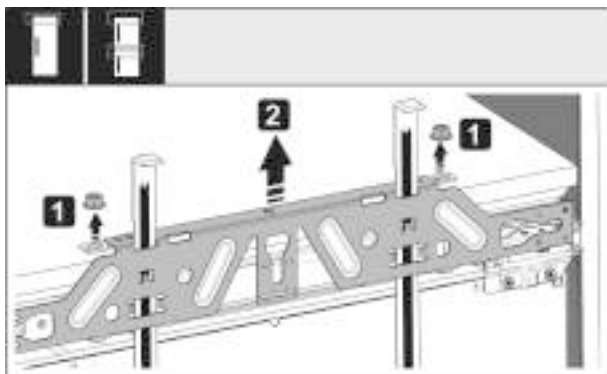

Fig. 52
- Открутите контргайки Fig. 52 (1).
- Снимите крепежную поперечину Fig. 52 (2).